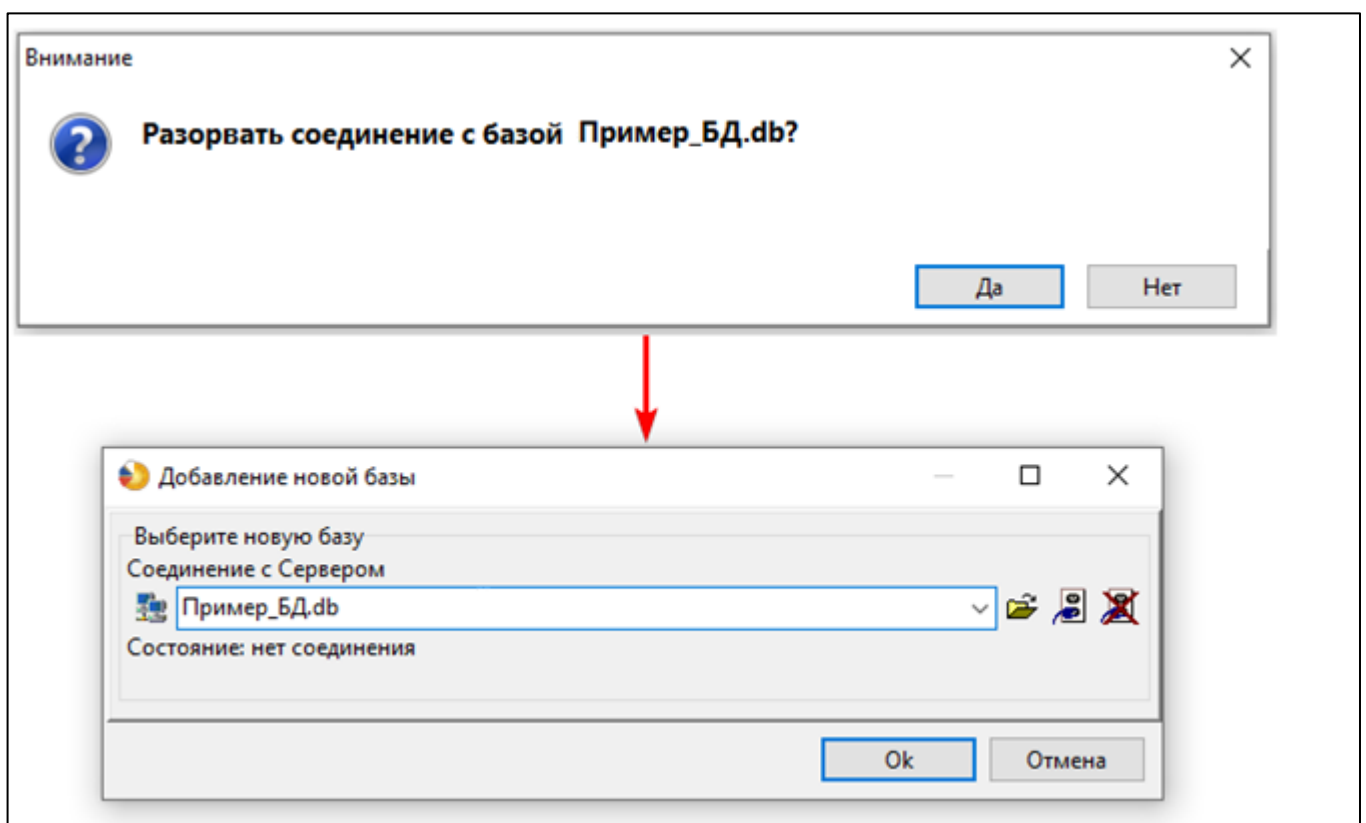

Рис. 23 – Отключение соединения
- «Разорвать соединение»  – используется при окончании работы с базой или при переключении между режимами. Рассмотрим пример некорректного соединения с базой данных. Допустим, Вы по ошибке подключились не к той базе данных. В этом случае разорвать соединение следует с помощью кнопки . Появится предупреждающее сообщение для подтверждения действия по разрыву соединения с БД. Строка состояния изменит свое значение с *установлено сетевое соединение* на *нет соединения* (см. рис. 23). После этого можно выбирать интересующую базу данных для дальнейшей работы.